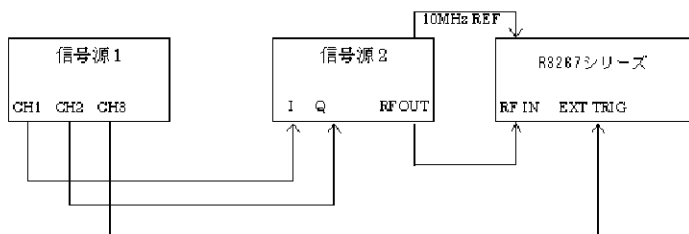

図 6-2 RF 入力 DOWN LINK 測定接続図
1. R3267 シリーズと信号源を図 6-2 のように接続します。